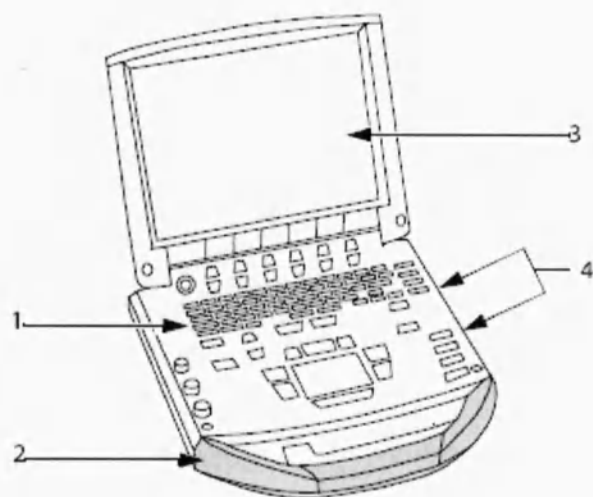

Рис. 1 Элементы передней панели аппарата.
- ❖ Вставьте USB-устройство в любой USB-порт аппарата или мобильного стыковочного устройства. См. Рис. 1.